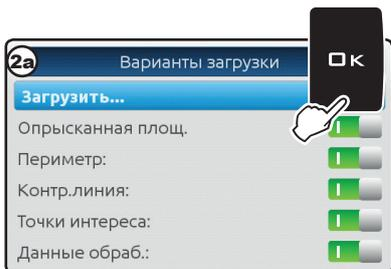

Рис. 280
- 2a** Когда возобновляется прежняя обработка, компьютер Bravo 400S предоставляет указания по курсу, учитывая условия, которые были действительны в момент сохранения. Если появляется страница **Варианты загрузки** (активированная в пар. 10.3.6), можно выбрать, какую информацию загрузить (Рис. 280).